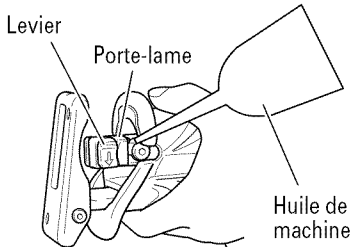

Fig. 9
- (1) Après l'utilisation, souffler toute sciure, terre, sable, humidité, etc. à l'aide d'une brosse, etc., pour garantir le bon fonctionnement de la monture de lame.
- (2) Comme indiqué sur la Fig. 9, graisser périodiquement tout le pourtour du support de lame avec du fluide de coupe, etc.